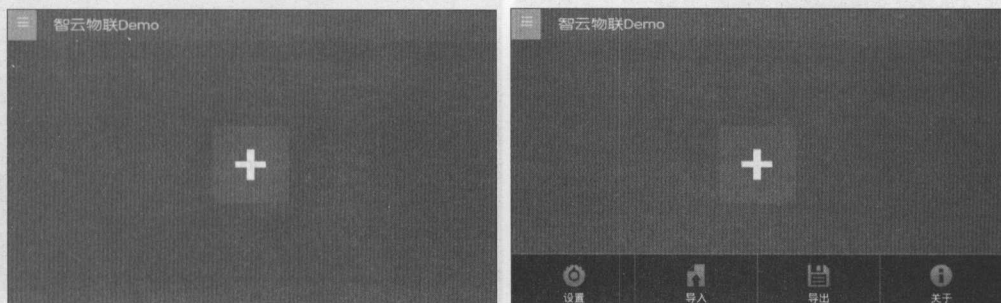

图 2.7 ZCloudDemo 配置文件导入
(1) 导入配置文件。运行 ZCloudDemo 程序，按下菜单按键，在弹出的菜单项选择导入 ZCloudDemoV2.xml 文件，如图 2.7 所示。